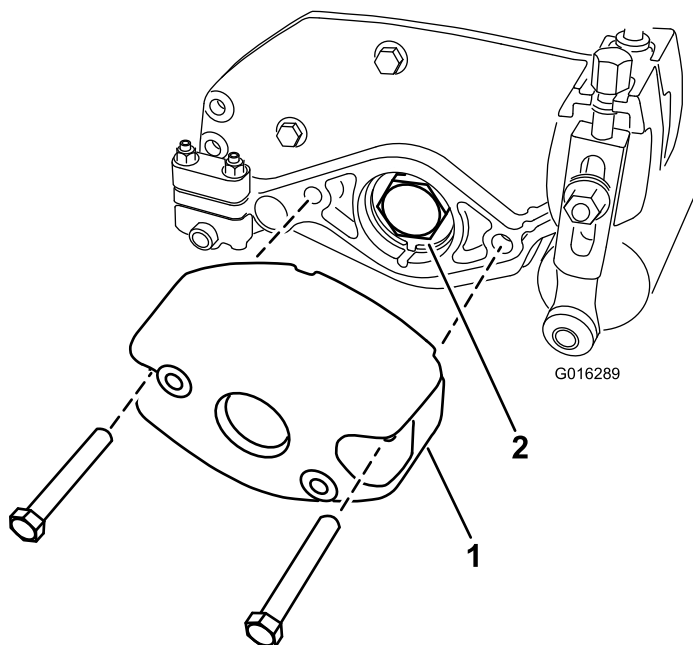

Рисунок 2
5. Снимите два болта и две гайки, которые крепят противовес к правому концу режущего блока. Снимите противовес (Рисунок 2).
6. Снимите с вала барабана гайку подшипника (Рисунок 2).